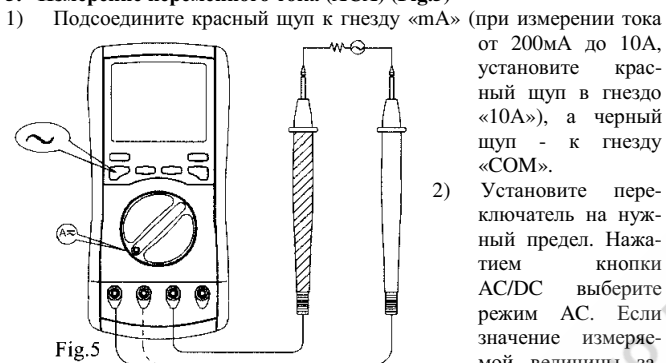

Fig.5
5. Измерение переменного тока (ACA) (Fig.5)